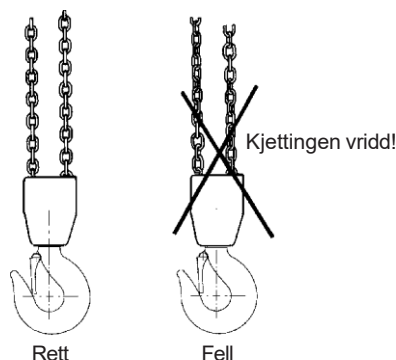

Fig. 3: Kjettingen må ikke være vridd
- Lastekjettingen må ikke ha knekk eller være vridd. For to- eller flerparts kjettingtaljer er det fare for at kjettingen blir vridd ved at underblokken vris gjennom kjettingslyngen. Dette skjer vanligvis ved ommontering eller flytting av kjettingtaljen mellom ulike arbeidssteder. Se fig. 3.